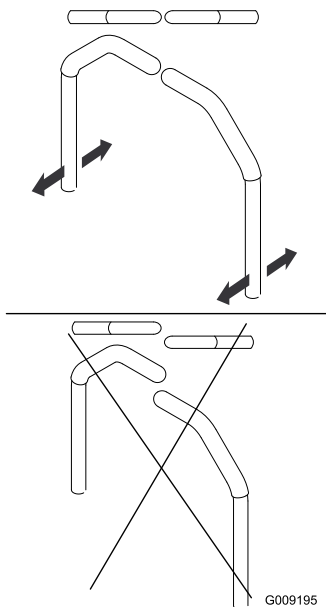

Figura 58
4. Alinhe as alavancas da frente para trás ao unir as alavancas na posição de PONTO MORTO e deslize-as até ficarem alinhadas, a seguir, aperte os parafusos (Figura 58).